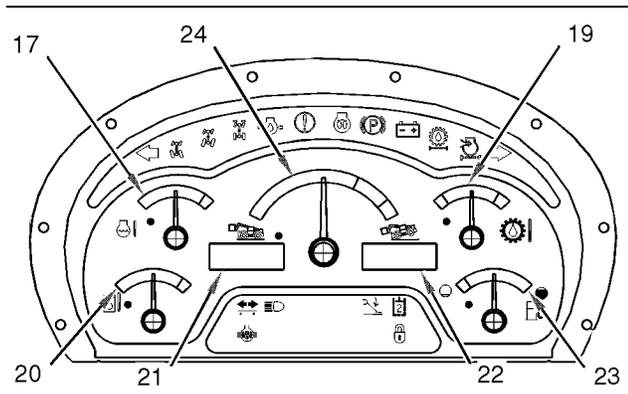

Ilustración 147
**Indicador de estabilidad longitudinal (24) –** Este medidor (si tiene) indica la estabilidad longitudinal de la máquina. Vea la ilustración 147. Vea más información en “Indicador de estabilidad longitudinal”.